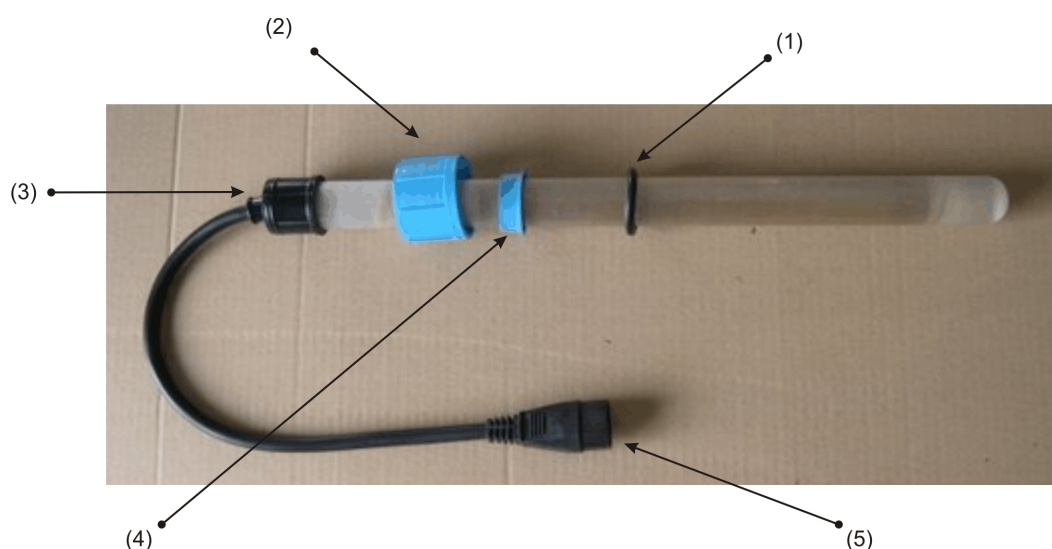

Fig. 1
1. Asegúrese de que los elementos de la resistencia (junta tórica, casquillo guía, tuerca) vayan en el orden y posición que aparece en la fig. 1
2. Coloque la resistencia sobre la boca roscada (véase fig. 2): sujete la resistencia por el casquillo (fig. 1, pieza 3) y gire la tuerca (fig. 1, pieza 2).